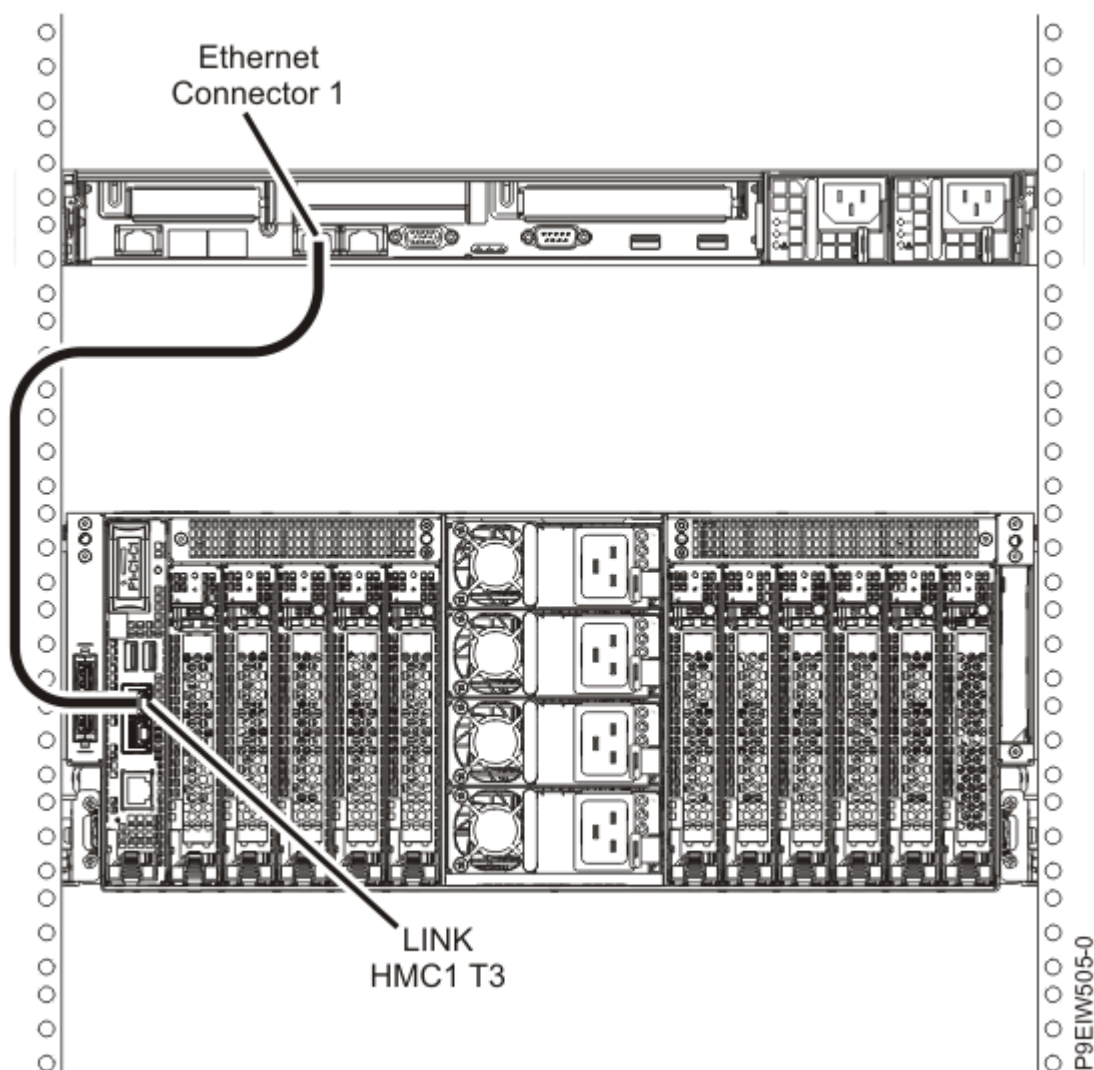

Figura 33. Atașarea directă a consolei HMC la sistemul gestionat
1. Dacă vreți să atașați direct HMC la sistemul gestionat, conectați **Conector Ethernet 1** de pe HMC la portul **HMC1 (T3)** de pe sistemul gestionat, după cum se arată în Figura 33 la pagina 36